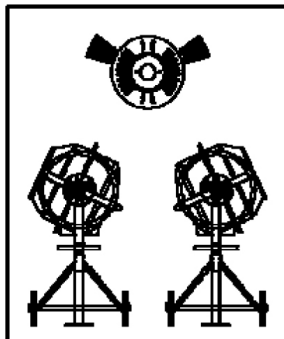

Fig.14
- Positionnez l'axe du tambour pour le chargement du béton comme indiqué à la Fig.14.